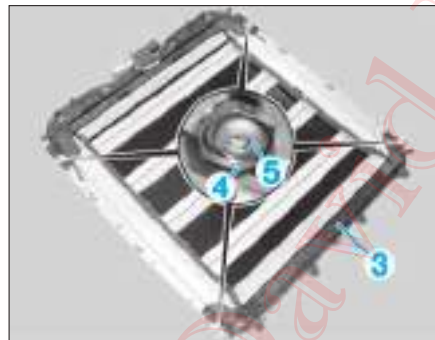

FIG. 60
- Ajuster la hauteur du toit (3) en tournant en conséquence les vis d'espacement (4) (**Fig.60**).